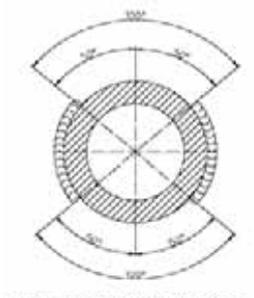

Figura 1
- La figura 1 indica las zonas del eje con sección redonda en las cuales se permite efectuar soldaduras.